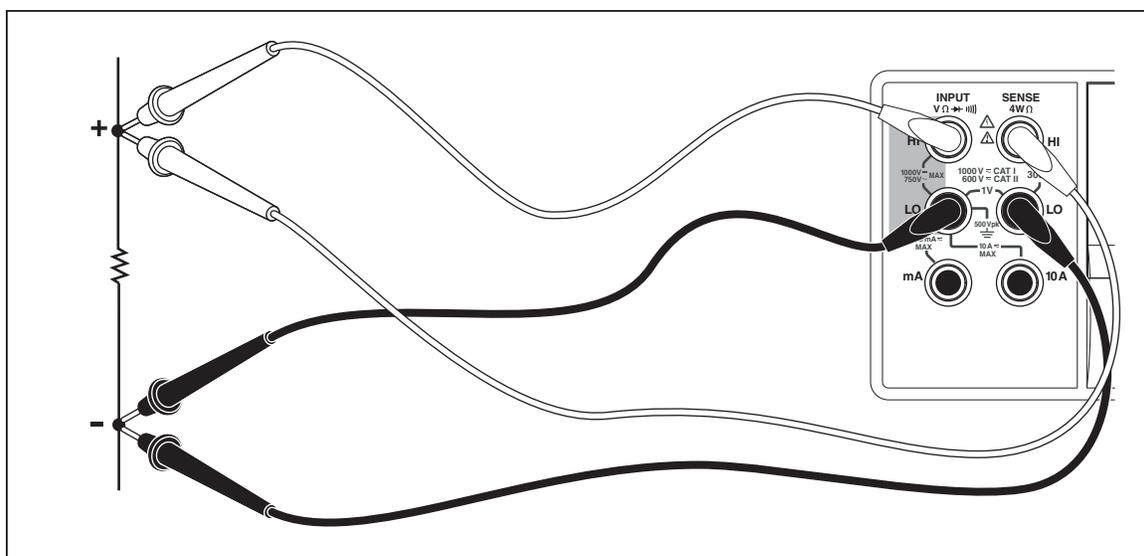

図 3-6. 4線式抵抗測定
1. 図3-6に示すように被測定抵抗（回路）にテスト・リードを接続します。